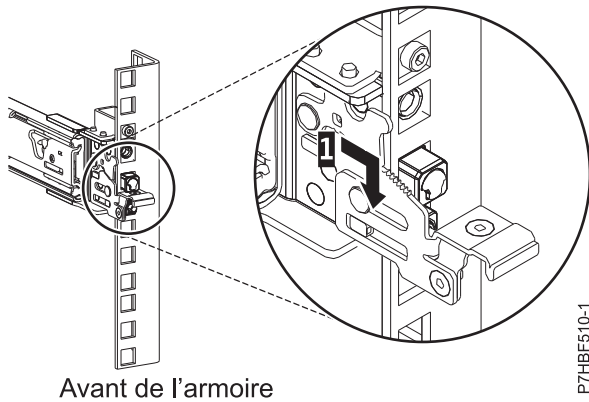

Figure 3. Broches installées sur la glissière avant de l'armoire
3. A l'avant de l'armoire, insérez les trois broches à l'avant de la glissière dans les trous précédemment marqués de l'unité EIA sélectionnée. Abaissez la glissière (1) pour engager le crochet sur la broche du milieu. Pour plus de détails, voir figure 3, à la page 6.